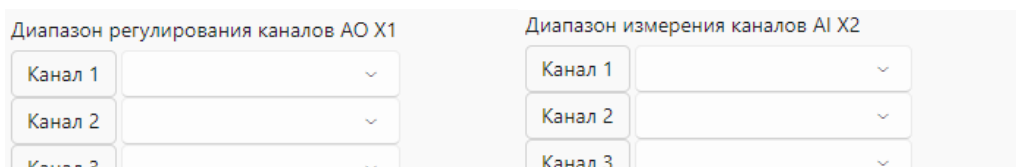

Рисунок 9.5.8 - Настройка модулей аналоговых входов-выходов
- **Тип аналоговых сигнала** (см. рисунок 9.5.8).